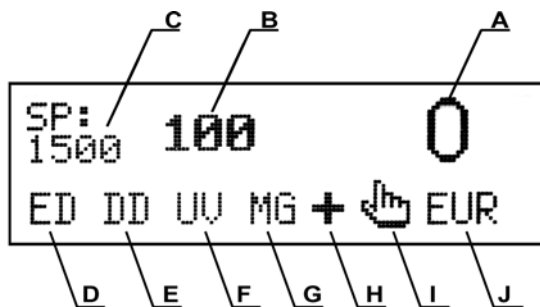

Рис.3
На дисплее оператора (См. рис.3) отображается следующая информация:
2 "CUR" Клавиша выбора валюты: RUR, USD, EURO, " валюта не выбрана". При каждом нажатии на клавишу "CUR" происходит смена валюты. Текущий тип валюты отображается на дисплее оператора (см. рис. 3-И), при этом пустое окошко без обозначения валюты означает, что валюта не выбрана.
3 "CF" Клавиша переключения режимов детекций. При нажатии на клавишу "CF" происходит включение следующей детекции. Детекции расположены в следующем порядке "ED,DD,UV,MG,IR" (см. рис.3-D, 3-E, 3-F, 3-G соответственно). Если для данной модели счетчика уже выставлены все детекции, то при нажатии на клавишу "CF" все детекции отключаются.
5 "CLR" Клавиша обнуления значения фасовки. При нажатии на данную клавишу происходит обнуление значения фасовки (см. рис. 3-В) и выход из пакетного режима.
При нажатии на данную клавишу включается режим суммирования (при этом горит значок (см. рис. 3-Н). Повторное нажатие этой клавиши отключает режим суммирования.
7 "MUL" Клавиша выбора автоматического или ручного режима старта пересчета. При ручном режиме (горит значок см. рис. 3-И), для начала подсчета очередной пачки банкнот необходимо нажимать клавишу "START/STOP". При автоматическом режиме счет начинается автоматически, после того как Вы положили банкноты в подающий карман.
8 Цифровые клавиши используются для ввода числовых значений фасовки (см. рис. 3-В) при пакетном режиме счета (отсчет определенного количества банкнот). Нажатием на любую клавишу (0-9) автоматически происходит вход в пакетный режим.
10 "SP" Клавиша переключения скоростей счета 800/1000/1200/1500 банкнот в минуту. Каждое нажатие клавиши "SP" приводит к изменению скорости пересчета. Текущее значение скорости отображается на дисплее оператора (см. рис. 3-С).
Данная детекция предназначена для проверки оптической плотности банкнот и контроля непрохождения сдвоенных банкнот. Следует учитывать, что в одной пачке могут оказаться как новые, так и изношенные, замасленные, старые банкноты, которые отличаются по плотности от новых. При установке высокого уровня чувствительности счетчик может срабатывать на эти банкноты и выдавать ошибку. По умолчанию детекция по оптической плотности включена для всех моделей счетчиков. Для включения (выключения) необходимо добиться с помощью клавиши "CF" присутствия (отсутствия) надписи "ED" (см. рис. 3-D) на дисплее оператора.
происходит остановка счета и банкнота находится сверху в приемном кармане¹. Например, если в пачку банкнот достоинством 1000 рублей попала банкнота достоинством в 10 рублей, счетчик остановит пересчет и покажет ошибку, потому что ширина 1000 рублевой и 10 рублевой банкноты отличается на 4мм¹. По умолчанию детекция включена для всех моделей счетчиков. Для включения (выключения) необходимо добиться с помощью клавиши "CF" присутствия (отсутствия) надписи "DD" (см. рис. 3-E) на дисплее оператора.
Счетчик автоматически проверяет уровень ультрафиолетового отражения банкнот. Если этот уровень неправильный, счетчик останавливает пересчет и высвечивается ошибка. При этом подозрительная банкнота находится сверху в приемном кармане. При обнаружении такой банкноты необходимо исследовать эту банкноту на подлинность. Помните, что и подлинные банкноты, случайно попавшие под воздействие агрессивных сред, могут иметь неправильный уровень ультрафиолетового отражения. Для включения (выключения) необходимо добиться с помощью клавиши "CF" присутствия (отсутствия) надписи "UV" (см. рис. 3-F) на дисплее оператора.
Предназначен для проверки Российских рублей (за исключением банкнот достоинством 5 и 10 рублей), EURO, USD. Счетчик автоматически проверяет наличие магнитных меток на банкноте. Если магнитные метки отсутствуют, счетчик останавливает пересчет и высвечивается ошибка. При этом подозрительная банкнота находится сверху в приемном кармане. При обнаружении такой банкноты необходимо исследовать эту банкноту на подлинность. Для включения (выключения) магнитного детектора необходимо добиться с помощью клавиши "CF" присутствия (отсутствия) надписи "MG" (см. рис. 3-G) на дисплее оператора. Далее с помощью клавиши "CUR" нужно установить соответствующий тип валюты (RUR, EURO, USD). Перед началом пересчета необходимо выравнять пачку банкнот по середине с помощью направляющих банкнот (см. рис.1-4).
- На дисплее (См. Рис. 3-А) будет отображен результат счета
- Выведите на дисплей (рис.3-В) число, соответствующее необходимому количеству банкнот, которые нужно отсчитать. Для этого нажмите необходимые цифровые клавиши 8, в зависимости от числа банкнот